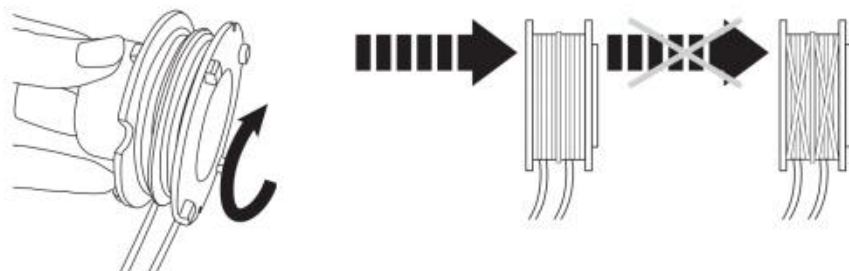

Fig. 66
3. Nawiń żyłki na szpulę zgodnie z ruchem wskazówek zegara, upewniając się, że są prawidłowo ułożone w odpowiedniej prowadnicy. (Rys. 66)